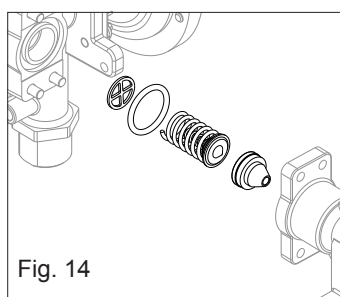

Fig. 14
- Estrarre la molla grande e l'assieme valvola di modulazione/molla piccola (fig. 14)
- Inserire la valvola e la molla grande facendo attenzione al verso di inserimento e assicurarsi che il disco forato guida molla sia bene in posizione (fig. 14)